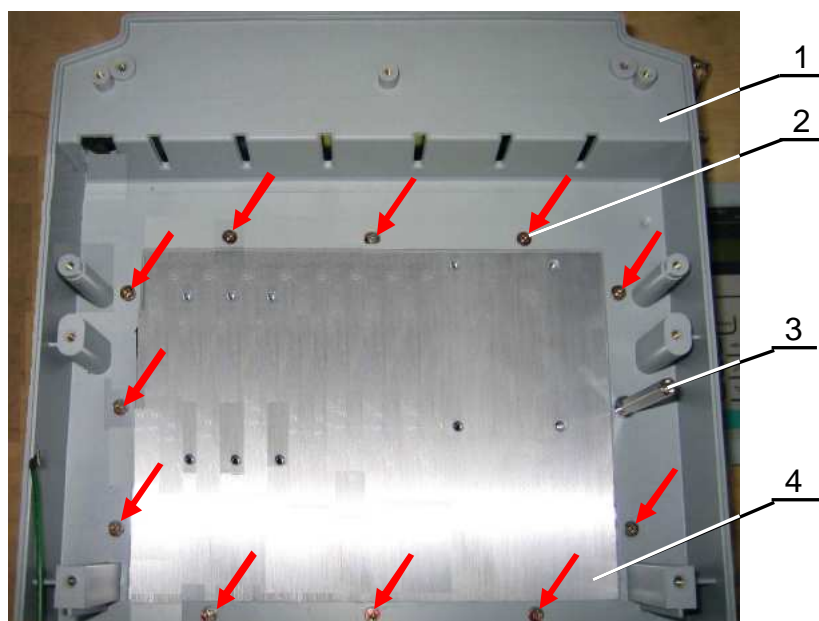

Рис. 7.1
7.1.1. Установить радиатор 4 в нижнюю часть корпуса 1, совместив отверстия радиатора с отверстиями в стойках корпуса. Закрепить радиатор одиннадцатью винтами 2, вкрутить стойку 3 (рис. 7.1).